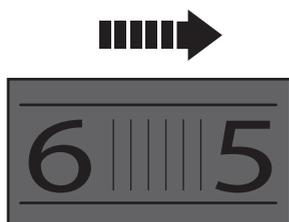

Fig. 21
- > Tournez la molette de réglage de la vitesse (1) vers la droite (du point de vue indiqué ci-dessous) pour augmenter la vitesse maximale (Fig. 21). Le réglage plus élevé est adapté pour poncer avec des feuilles abrasives à grain fin pour effectuer des finitions.